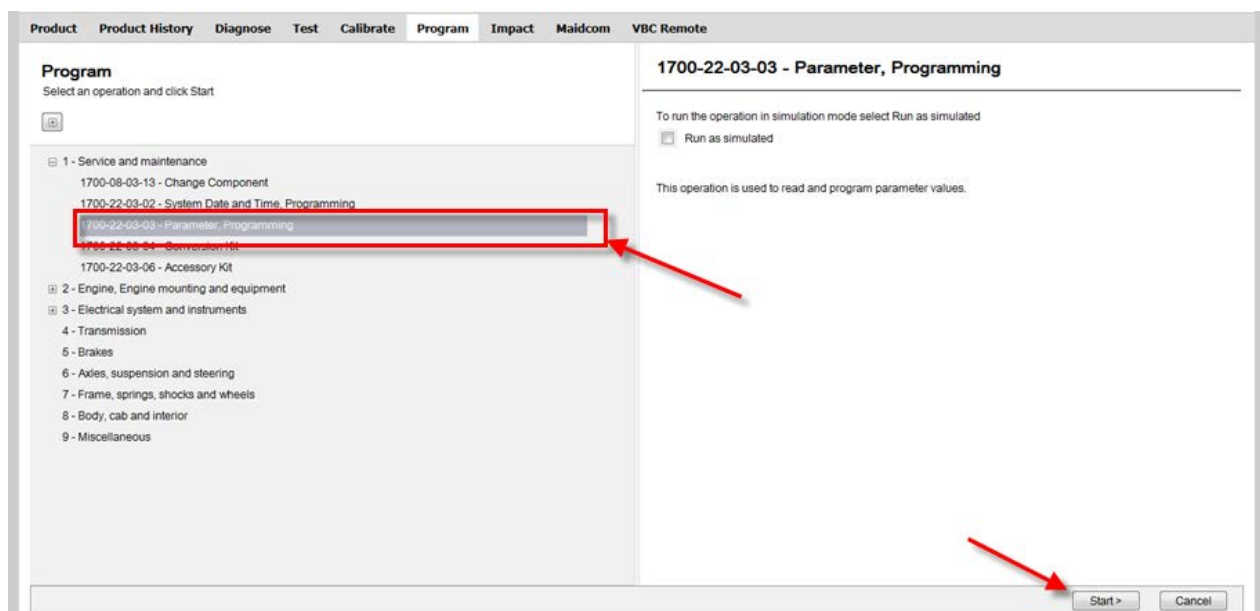

FIGURE 29
1. Dans Premium TechTool, sélectionnez l'onglet PROGRAM. Dans l'onglet PROGRAM, sélectionnez l'opération 1700-22-03-03 Parameter, programming puis cliquez sur START (FIGURE 29).